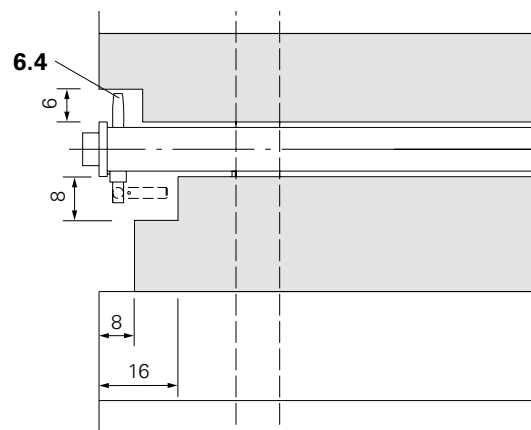

Fig. A1.17a
5. Realizzare la rientranza per consentire l'impiego del perno di fissaggio (6.4). (Fig. A1.17a)